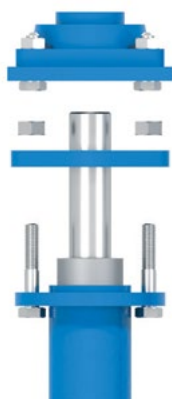

Fig. 4
3. Виберіть будь-який сальник і почніть з ослаблення і зняття гайок фланця сальника (8), щоб мати можливість перемістити його на валу, відокремивши від втулки сальника (7) (рис. 4).
4. Зніміть сальник (7) з його місця розташування, зсунувши його на валу так, щоб звільнити доступ до набивки сальника (6) (мал. 5).
5. Видаліть все старе ущільнення (6) за допомогою загостреного інструменту, намагаючись не пошкодити поверхню валу (мал. 6).